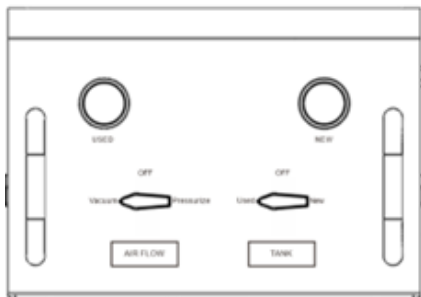

Fig 6.
3. Pe panou rotiți supapa din stânga "AIR FLOW" („FLUX AER”) în poziția "Vacuum" („Aspirare”) și supapa din dreapta "TANK" („REZERVOR”) în poziția "Used" („Uzat”) (Fig. 6), deschideți supapa de pe furtunul de lichid uzat (transparent). Apoi deschideți supapa de aer comprimat și va fi creat un vid la -20 inHg atât în rezervorul pentru lichid uzat, cât și în vehicul, iar antigetul va începe să curgă din vehicul în rezervorul pentru lichid uzat al echipamentului, iar furtunurile vehiculului vor cădea.